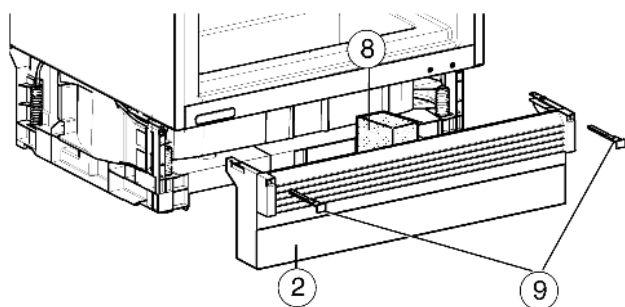

Fig. 13
- Вставить пенопласт Fig. 13 (8) - это важно для нормальной раздельной циркуляции потоков воздуха!
- Фиксирование цокольной заглушки: Вставьте фиксатор Fig. 13 (9), при этом придерживайте цокольную заглушку.